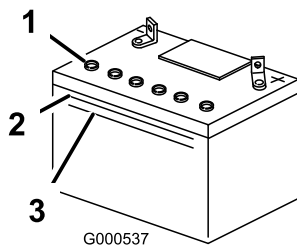

Figure 44
2. Observez le côté de la batterie. Le niveau de l'électrolyte doit atteindre le trait supérieur (Figure 44). Le niveau d'électrolyte ne doit pas descendre au-dessous du trait inférieur (Figure 44).
3. Enlevez les bouchons d'aération de la batterie (Figure 44)
4. Versez de l'eau distillée avec précaution dans chaque élément jusqu'au repère supérieur (Figure 44) sur le côté de la batterie.
5. Attendez cinq à dix minutes après avoir rempli les éléments. Au besoin, ajoutez de l'eau distillée pour amener le niveau jusqu'au repère supérieur sur le côté de la batterie (Figure 44).